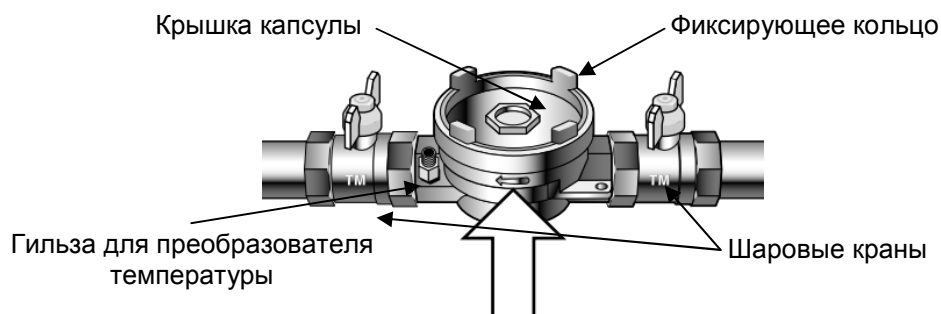

Рисунок 7 – Внешний вид капсулы в закрытом виде.
- Монтаж счетчика проводится только после очистки и промывки трубопровода, а также проведения испытаний давлением (в случае новой прокладки трубопровода). При проведении данных работ счетчик необходимо заменить соответствующей вставкой, которая может поставляться вместе со счетчиком (см. Раздел 5). В случае с капсульной версии вместо вставки может использоваться капсула в закрытом виде (см. Рисунок 7);
7.7.2 Капсула поставляется и устанавливается на трубопровод в закрытом виде (см. Рисунок 7). Направление потока теплоносителя должно совпадать с направлением стрелки на корпусе. В комплект поставки капсулы по запросу могут входить шаровые краны.